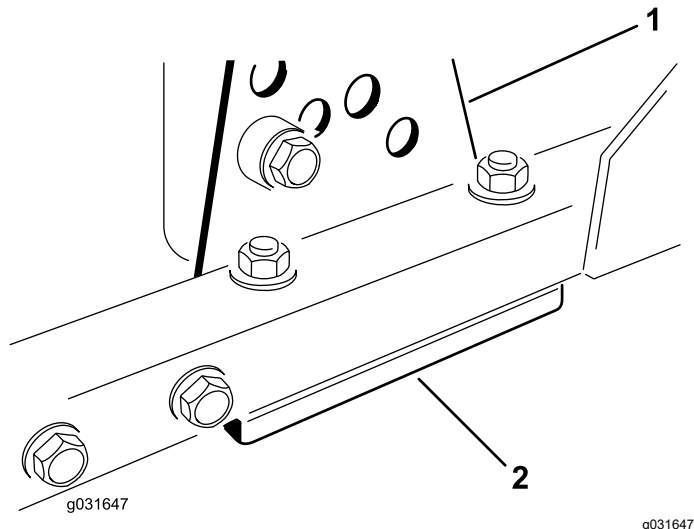

Figura 71
1. Retire o suporte da altura de corte (frente, esquerda ou direita) da estrutura da unidade de corte (Figura 71).
2. Ajuste os calços de 1,5 mm e/ou de 0,7 mm entre a estrutura da unidade de corte e o suporte para obter a altura de corte pretendida (Figura 71).
3. Instale o suporte da altura de corte na estrutura da unidade de corte com os instale os calços restantes debaixo do suporte da altura de corte (Figura 71).